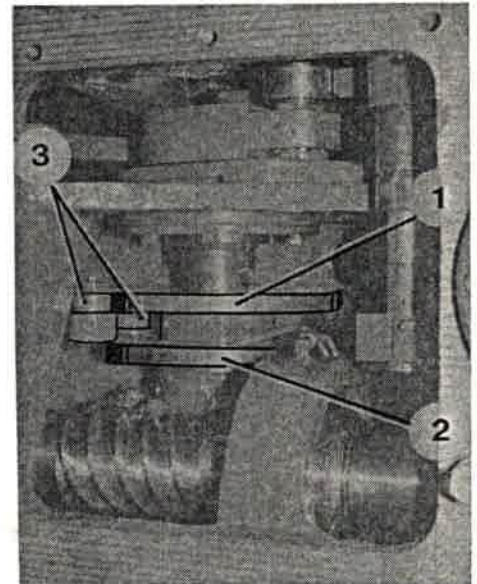

Bild 54
2. Zwangssteuernde Kurvenscheiben bestehend aus: Hauptkurve (Bild 54/1), Gegenkurve (Bild 54/2) und gabelförmigem Hebel mit zwei Kurvenrollen (Bild 54/3).